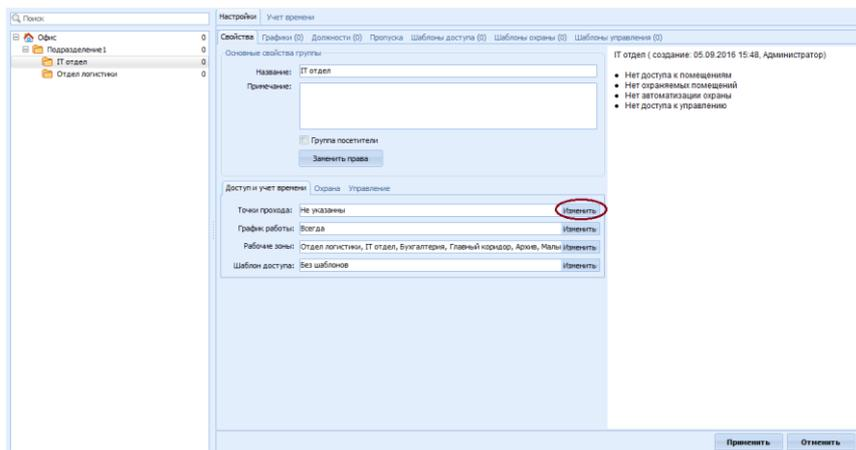

Рис. 22 Выбор точек прохода для IT отдела
- выделить IT отдел и перейти на вкладку **Доступ и учет времени** (Рис. 22),